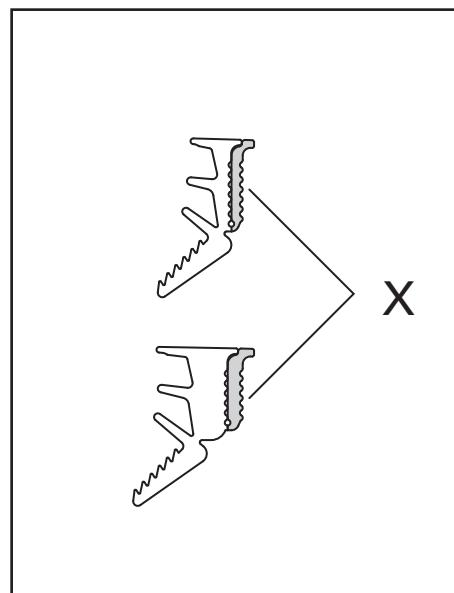

Abb. 18 / Fig. 18 / Fig. 18
- Je nach Fugenbreite Zusatzlappen X vorgängig abreissen (Abb. 18)
- En fonction de la largeur du jeu, découper précédemment la lèvre complémentaire X (fig. 18.).
- Depending on the gap width, tear off additional lip X in advance (fig. 18)